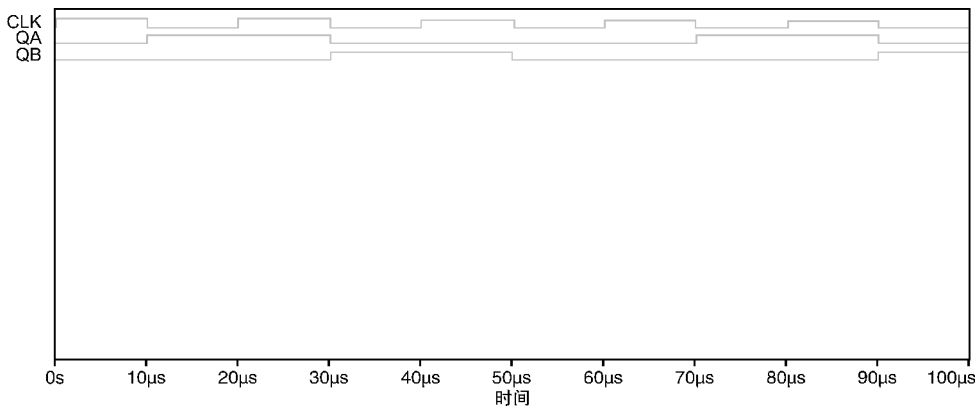

图 18.8 数字计数器波形
5. 对电路运行仿真分析。波形将会按照电压探针放置的顺序进行显示。在屏幕图形显示窗口中，可以对波形重新进行排序，例如 CLK 位于顶部，然后从上到下依次为 QA 和 QB。可以通过剪切和粘贴命令实现上述功能。选择波形名称 CLK 然后按下 control-X，波形将被删除，然后按下 control-V 对波形进行粘贴。从图 18.8 可以看到，波形 QA 和 QB 的初始值均为逻辑 0。
6. 打开光标，并且将光标沿着波形移动。如图 18.8 所示，光标处所对应的逻辑电平将会显示在 Y 轴上。从图 18.8 可以看出，触发器的输出电平仅在时钟信号为下降沿时进行改变。所以 CD4027 触发器为下降沿触发。